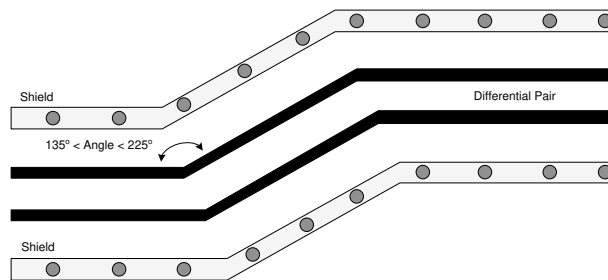

图 9-12. V-By-One 布线示例
- 确保与差分信号对相关的弯曲角度在 135° 和 225° 之间（请参阅图 9-12）。